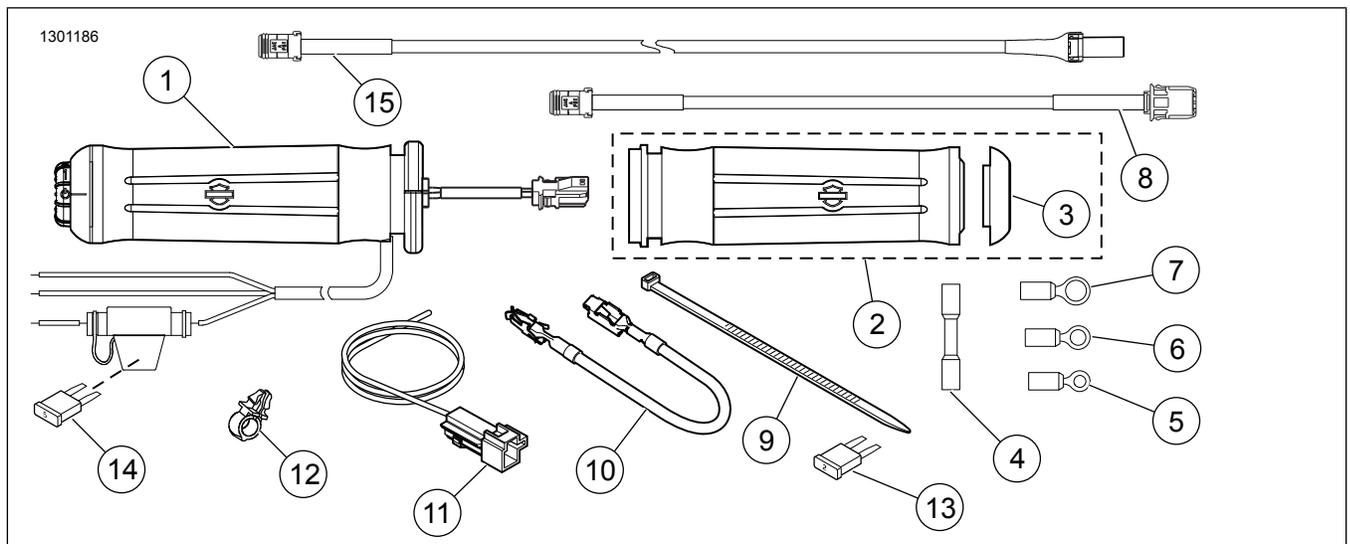

Figura 8. Peças de reposição, Kits de punho aquecido
2. Ver Figura 8 . Utilize abraçadeiras (9) do kit para fixar a cablagem do punho às cablagens ao longo do quadro do veículo. **Modelos de 2014 e posteriores:** continue a partir do passo 15.